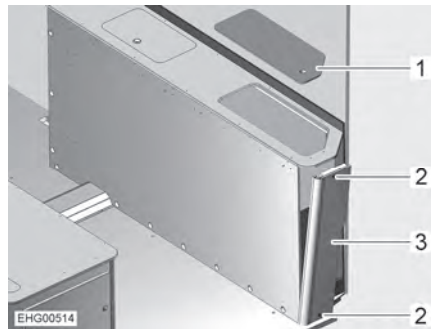

Bild 121 Bettkasten rechts
- Service-Deckel (Bild 121,1) abnehmen.
- 2 Schrauben (Bild 121,2) herausdrehen.
- Von oben in den Bettkasten greifen und Seitenwand (Bild 121,3) leicht nach außen drücken.